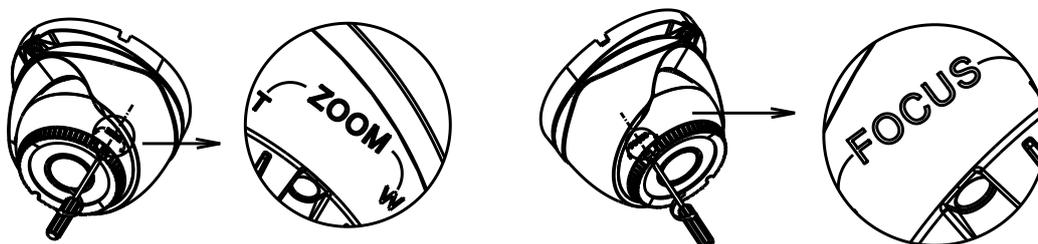

Рис. 4.4.1.3. Фокусировка объектива видеокамеры LTV-CDH-B9002L-V
12. Затяните винт фиксации, чтобы зафиксировать нужное положение видеомодуля, как показано на рис.4.4.1.4.